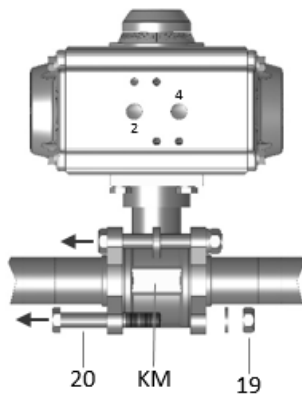

Abbildung 7: Befestigungskomponenten
2. Muttern **19** komplett aufdrehen, s. Abbildung 7.